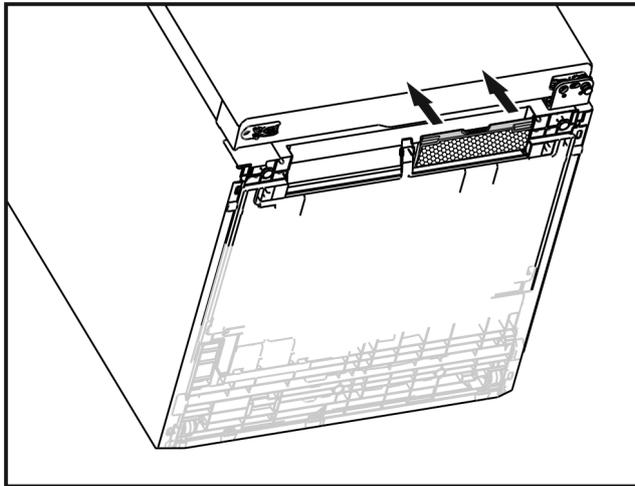

Fig. 5
▶ 将防蚊遮板从两侧压向冰箱，直至其卡入到位 (参见 Fig. 5)。